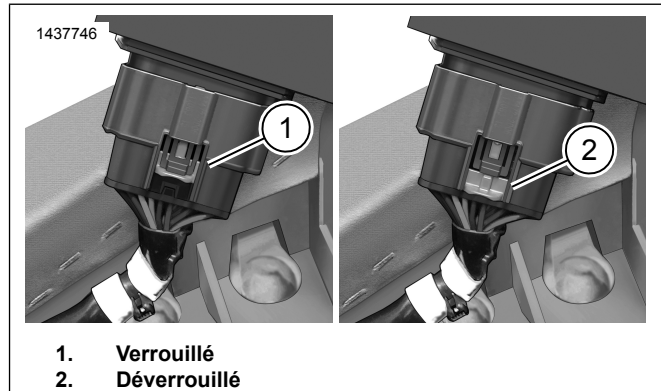
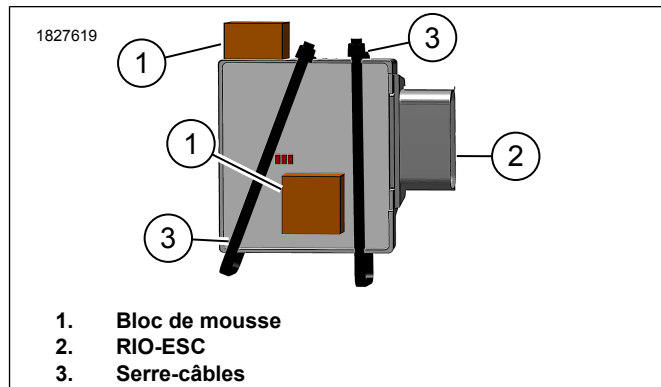

Figure 5. Position verrouillée/déverrouillée du connecteur RIO
Figure 6. Installer le bloc de mousse sur l'entrée/sortie distante (RIO)
5. Voir la figure 5. Déverrouiller (2) le connecteur RIO-ESC et le déconnecter.
6. Voir la figure 6. Installer des blocs de mousse (1) sur RIO-ESC (2).
- b. Installer des blocs de mousse (1) sous les feux à LED et dans le coin supérieur.
7. Voir la figure 5. Connecter RIO-ESC au faisceau de câblage et verrouiller le connecteur (1).